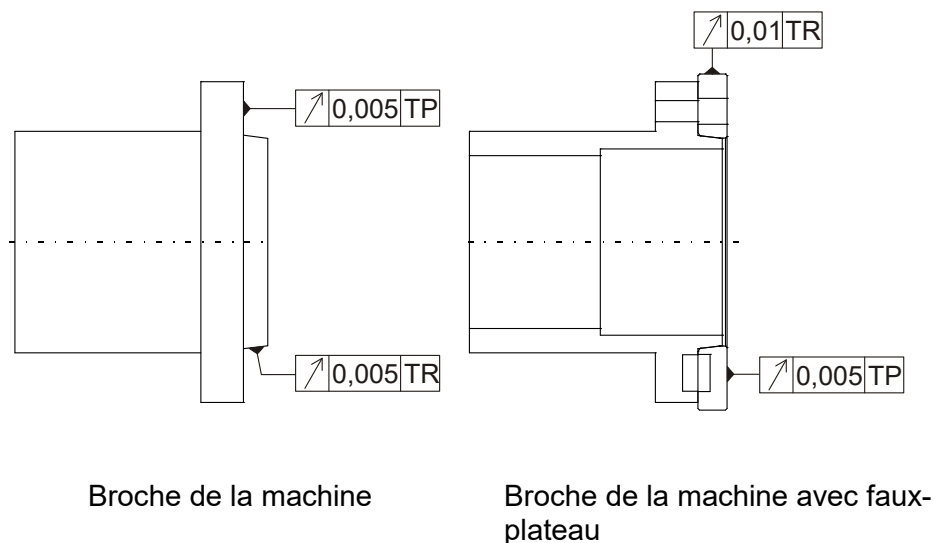

Fig. 3-2 : Contrôle de la concentricité et de la planéité
- Étape 2** Retirez le couvercle (1) du mandrin de serrage et insérez la vis de commande correspondante (5).
- Étape 3** Vissez l'arrêt de vis (6) sur la vis de commande. Entre les surfaces de contact de l'arrêt de vis (6) et le mandrin de serrage, il convient de régler un jeu de 0,1 mm !
- Étape 4** Bloquez l'arrêt de vis (6) en serrant la tige filetée latérale.
- Étape 5** Amenez le tube de liaison (2) en position antérieure et vissez l'adaptateur (3) sur le tube de liaison après avoir enduit le filetage de pâte au cuivre pour prévenir la rouille/un grippage.
- Étape 6** Fixez le faux-plateau (4) sur la broche (si le mandrin n'est pas vissé directement sur la broche) et contrôlez la concentricité et la planéité conformément à la fig. 3-2.